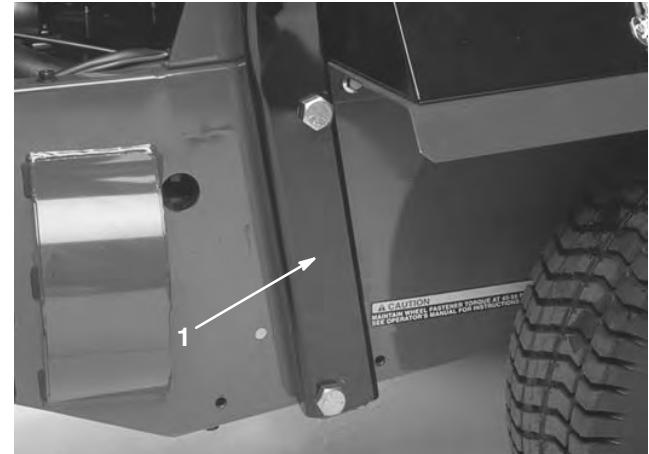

Figure 15
- Baissez l'arceau de sécurité sur le bâti dans l'alignement des trous de montage, comme illustré à la Figure 15.
- Fixez l'arceau de sécurité au bâti avec 4 boulons (3/4 x 5-1/2 pouce), rondelles-freins et écrous (Fig. 15). Serrez-les solidement.